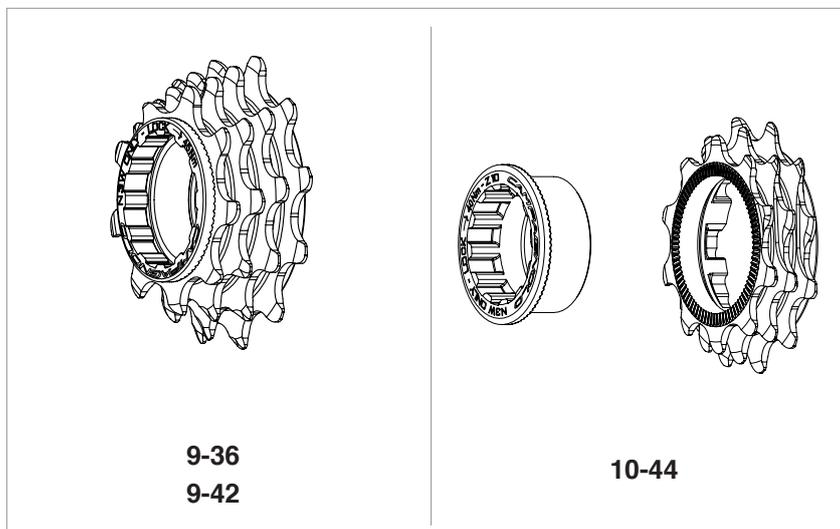

Fig.3
• Introduzca el grupo de piñones más pequeños en el núcleo (Fig.3).
Para cassettes de piñones a partir de Z9, la tuerca está integrada con el grupo de piñones más pequeños (Fig.3).